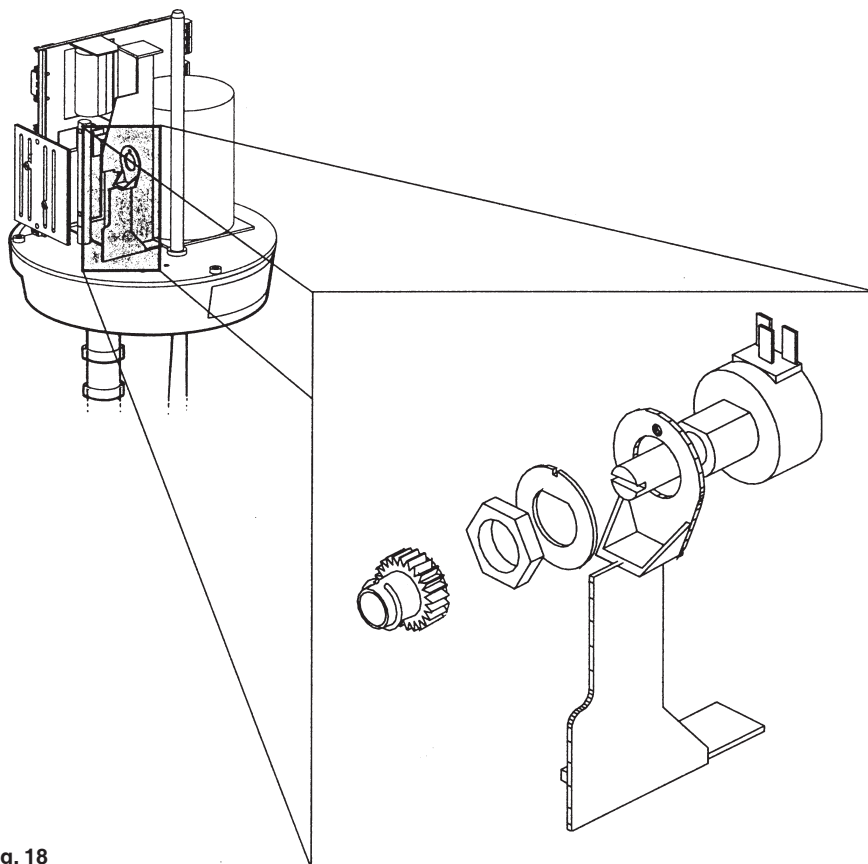

Fig. 18
6. A questo punto il multimetro legge 0 V. Se ciò non avviene, girare il perno del potenziometro di retroazione finché il multimetro legga il richiesto 0 V. Regolare il potenziometro di partenza P2 (fig. 18) al punto preciso in cui il LED chiuso si è appena spento.